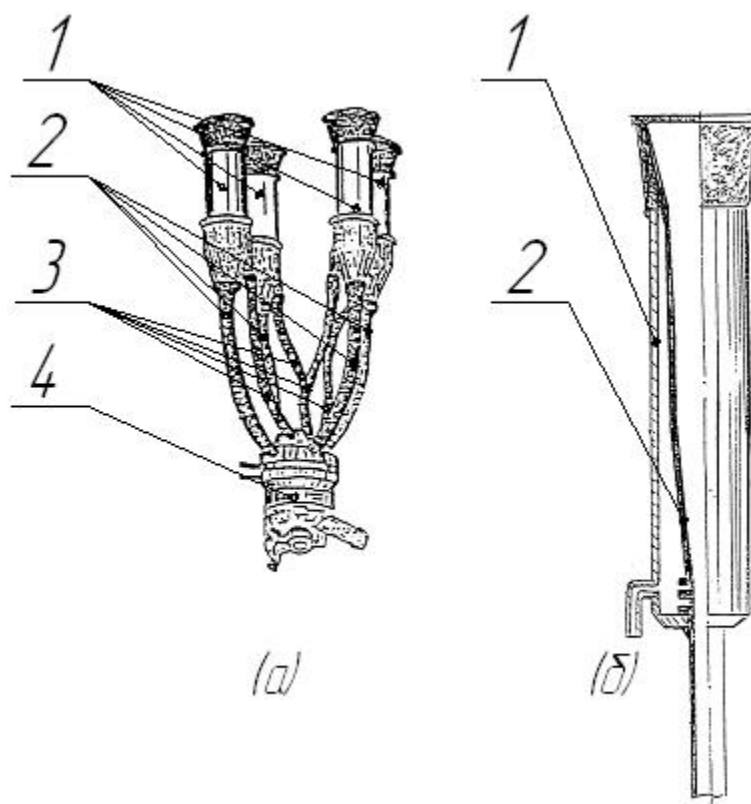

Рисунок 9 – Доильный аппарат попарного доения:
**Доильный аппарат.** Доильный аппарат попарного доения состоит из подвесной части (рисунок 9) с четырьмя доильными стаканами *1* и коллектора *4*, молочного и вакуумного шлангов *2, 3*.